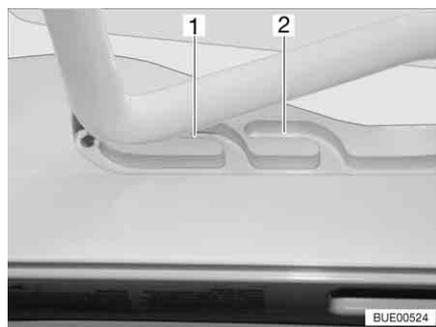
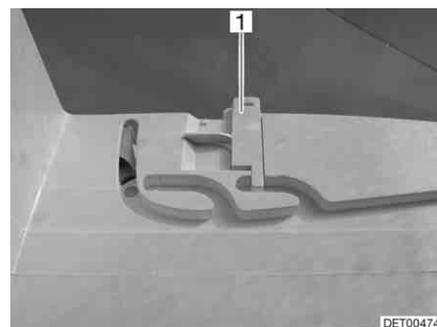

Fig. 98 Claraboya Heki en posición de ventilación
Fig. 99 Bloqueo de la posición de ventilación
La claraboya Heki se puede colocar en dos posiciones de ventilación: Posición de mal tiempo (Fig. 98,1) y posición mediana (Fig. 98,2). Según el modelo, la claraboya podrá ser bloqueada en la posición central con los dos pestillos (Fig. 99,1) a la izquierda y la derecha en el marco de la claraboya.
- Presionar el estribo ligeramente hacia arriba y empujarlo en la guía seleccionada (Fig. 98,1 ó 2) y, si fuera necesario, bloquearlo.